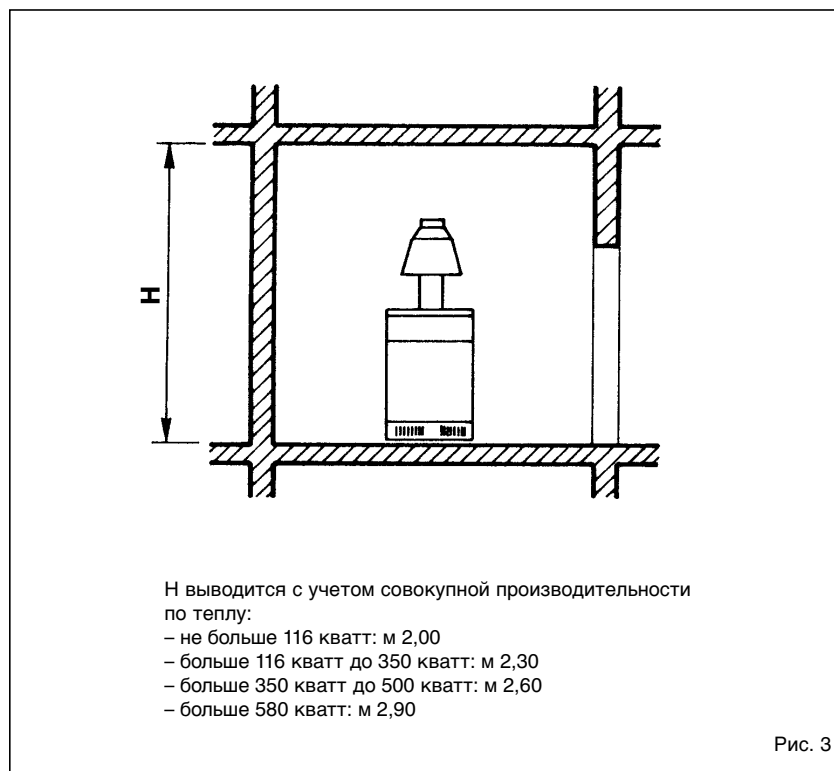

Рис. 3
2.1 ПОМЕЩЕНИЕ КОТЕЛЬНОЙ И ВЕНТИЛЯЦИЯ (Рис. 3)
размерам, приведенным на рис. 3. Кроме того, для притока воздуха в помещение необходимо сделать во внешних стенах воздуходувки, поверхность которых, рассчитанная в соответствии с п.4.1.2, но не менее 3000 см², а в случае использования газа с плотностью больше 0,8 меньше 5000 см².